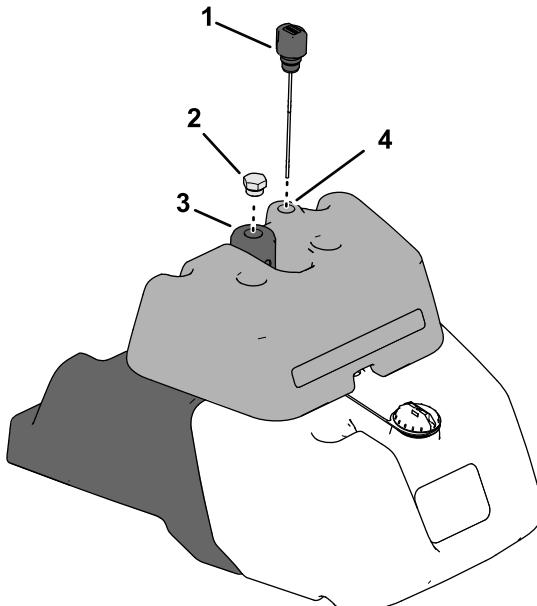

Figura 44
2. Verifique o nível do fluido hidráulico localizando a vareta do sistema hidráulico na parte superior do depósito de detetor de fugas (Figura 44).